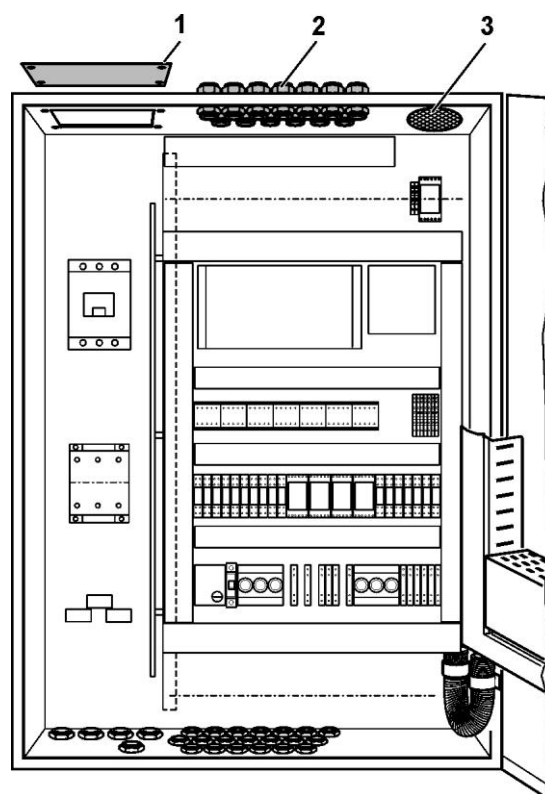

Рис. 14 Подвод кабеля к распределительной панели модуля БТЭС
- Снять защитные пластины (Рис. 14, поз. 1) и выполнить кабельные вводы (обеспечивается заказчиком) для подключаемого к сети силового кабеля.
- Соединительный кабель через кабельные вводы подвести к верхней стороне модуля (Рис. 14, поз. 2).
Легенда к Рис. 14